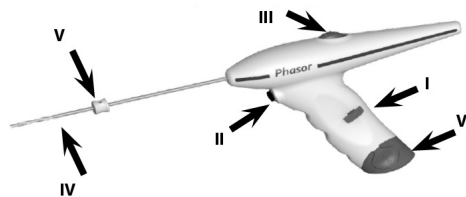

Figura 1: Componentes básicos de perfuração com um travão da broca primário
2. Remova a patilha para remover as baterias (item I na figura 1) da ranhura no punho da furadeira.
11. No caso improvável de a broca parar, solte o gatilho, puxe ligeiramente para trás na broca e reative o gatilho pressionando e perfurando mais; se preso, gire a chave deslizante da furadeira (item III, Figura 1) para "REVERSE" e pressione o gatilho para soltar a broca e, em seguida, retome a perfuração para frente.
13. Após a conclusão da perfuração, remova as baterias de lítio primárias puxando a aba "PULL AFTER USE - EJECT & DISPOSE BATTERIES" e removendo o termorretrátil para revelar o ejetor da bateria. Segure, aperte e desengate o ejetor da bateria para separar da broca (Figura 1, item VI). Remova as baterias e descarte de acordo com os regulamentos locais.